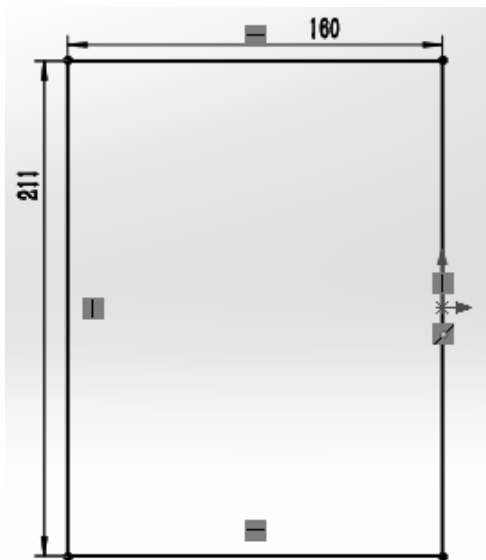

图 7-3 草图 1
(1) 启动 SolidWorks，单击文件→新建命令，选择零件图标，然后单击确定，进入建模环境。
(2) 选择上视基准面，单击草图绘制，绘制草图 1，如图 7-3 所示。